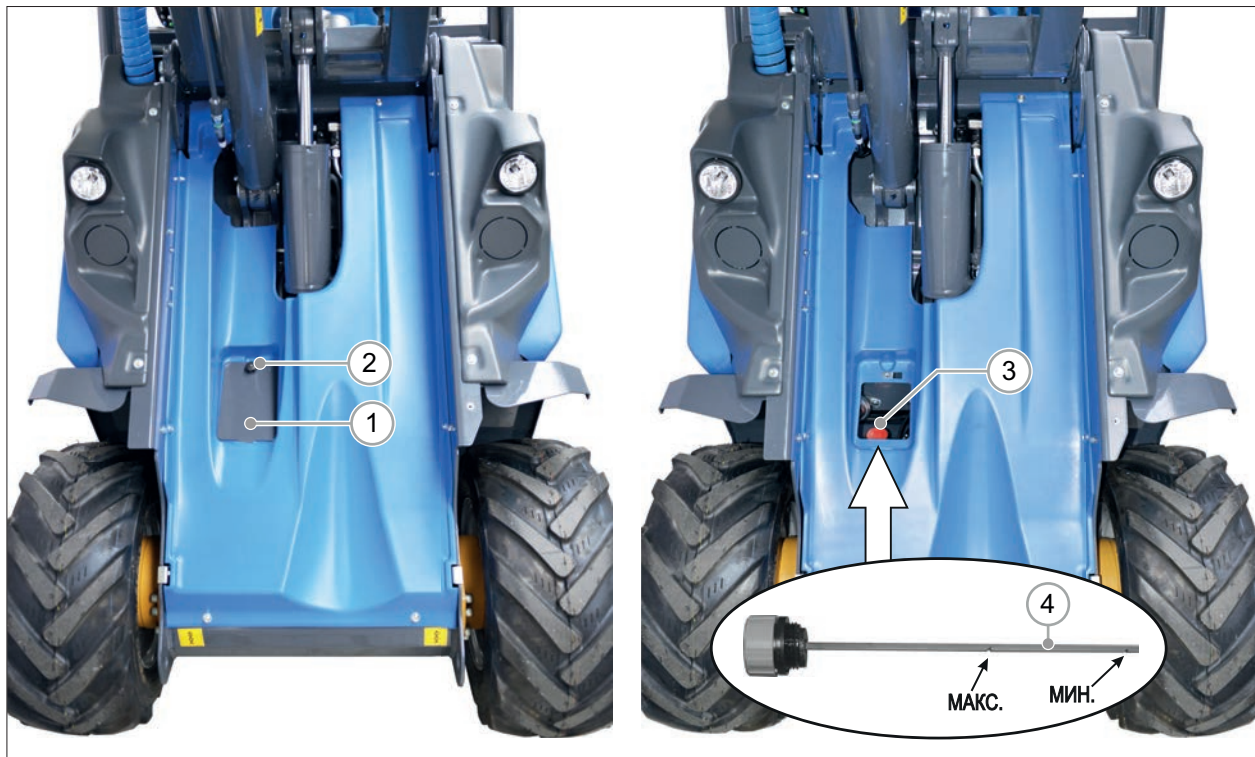

РИС. 48
- 3) Открутите ручку (РИС. 48 - Сс. 2) для открытия крышки (РИС. 48 - Сс. 1) расположенной у правого переднего колеса.
- 4) Открутите крышку бака гидравлического масла (РИС. 48 - Сс. 3).
- 5) Убедитесь, что уровень масла на щупе находится между отметками MIN и MAX (РИС. 48 - Сс. 4).